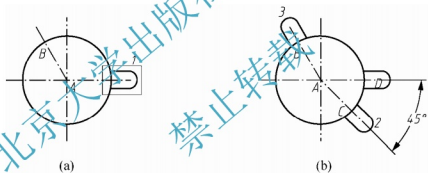

图 4-9 旋转命令
将图 4-9(a)中的图形编辑成图 4-9(b)所示的图形。其中 1 为多段线。
- (1) 已知旋转角度,得到旋转对象(如图 4-9(b)中的 2 对象)。
- (2) 已知目标位置,得到旋转对象(如图 4-9(b)中 AB 线上的对象)。